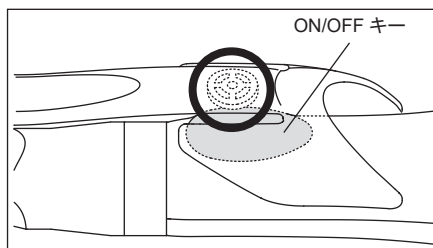

図 7
- 2) レバー内側の凸部 (図7 ○部) が ON/OFF キー凸部にあたるように位置を調整します。